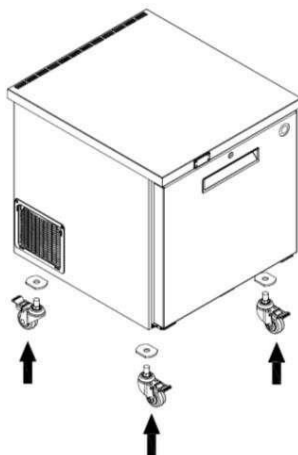

Fig.4
- Skru fast hjulene (se fig. 4)